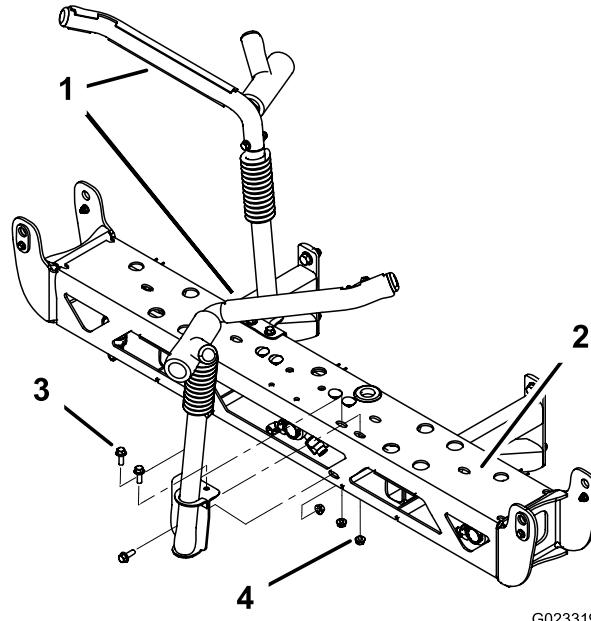

Bild 12
- Befestigen Sie die Transportgabeln der Ausleger mit sechs Schrauben (9,5 mm x 32 mm)(3/8" x 1-1/4") und sechs Sicherungsmuttern (9,5 mm)(3/8") am mittleren Ausleger, siehe Bild 12.